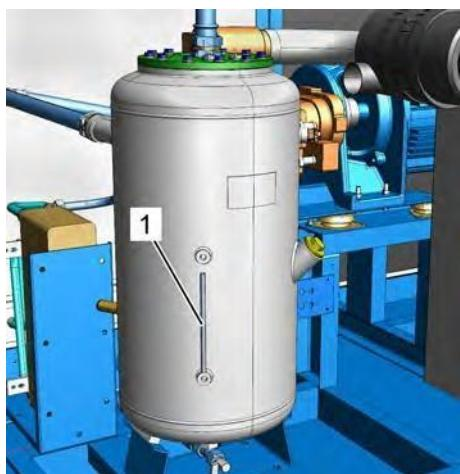

Рис. 37: Проверка указателя уровня воды
- 7.➤ Проверьте уровень воды по указателю уровня воды (Рис. 37/1) и при необходимости долейте воду, как описано в ↗ *Глава 8.4.2 «Проверка уровня воды / доливка воды» на странице 78.*